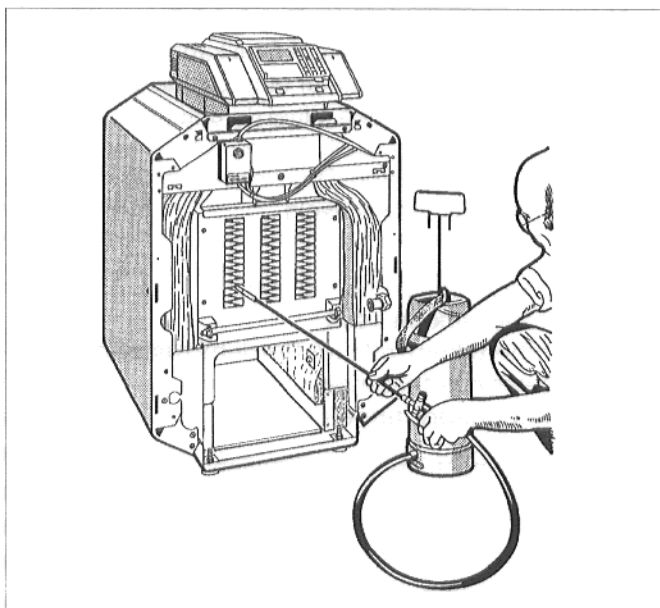

Abb. 41: Sprühreinigung
- Heizgaszüge gleichmäßig mit dem Reinigungsmittel einsprühen (Abb. 41).